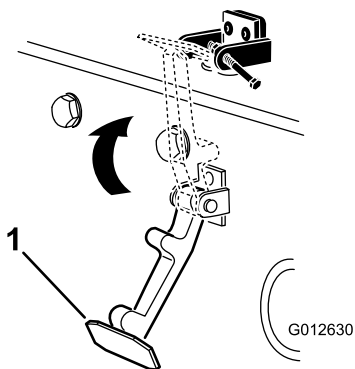

Figure 5
7. Accrochez le loquet du capot sur son support (Figure 5).